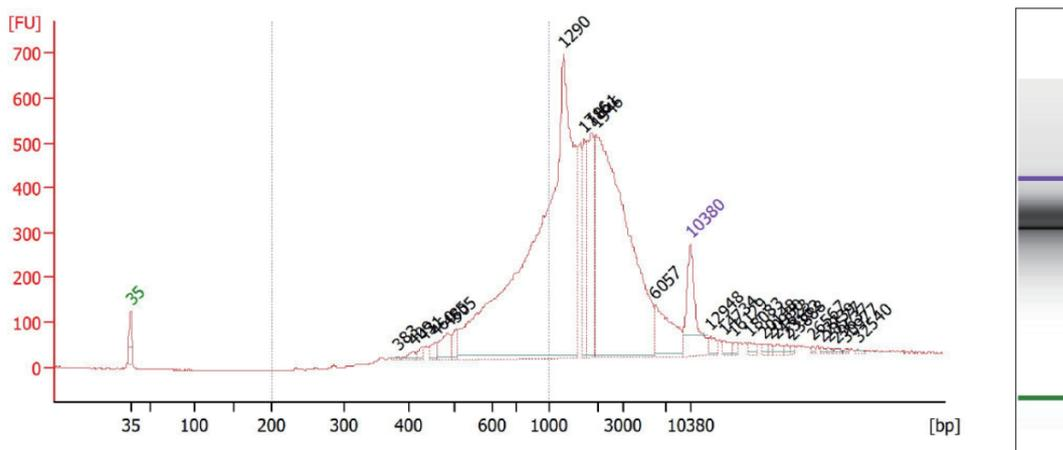

图 2-23 Go Spatial 产出的 cDNA 扩增产物 2100 峰图
**QC** 要求片段分布主峰在 1000-1500 bp（如图 2-23），纯化后产量通常大于 20 ng。